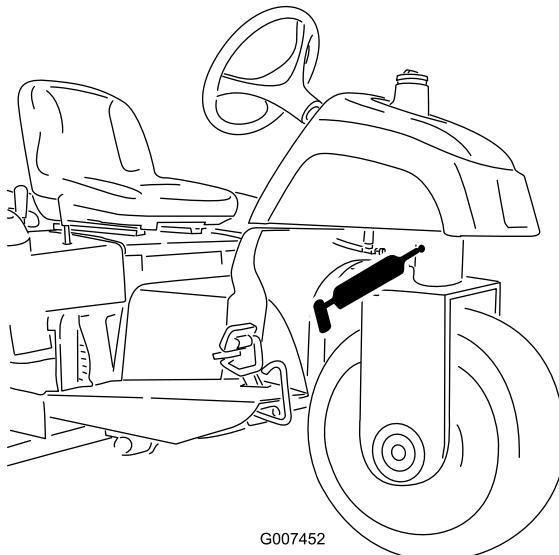

Figura 25
- Articulação da direcção (Figura 25)
Nota: O bocal de embeber na articulação da direcção (Figura 25) necessita de um adaptador de bico de pistola de pulverização. Encomende a peça nº 107-1998 da Toro ao seu distribuidor autorizado Toro.